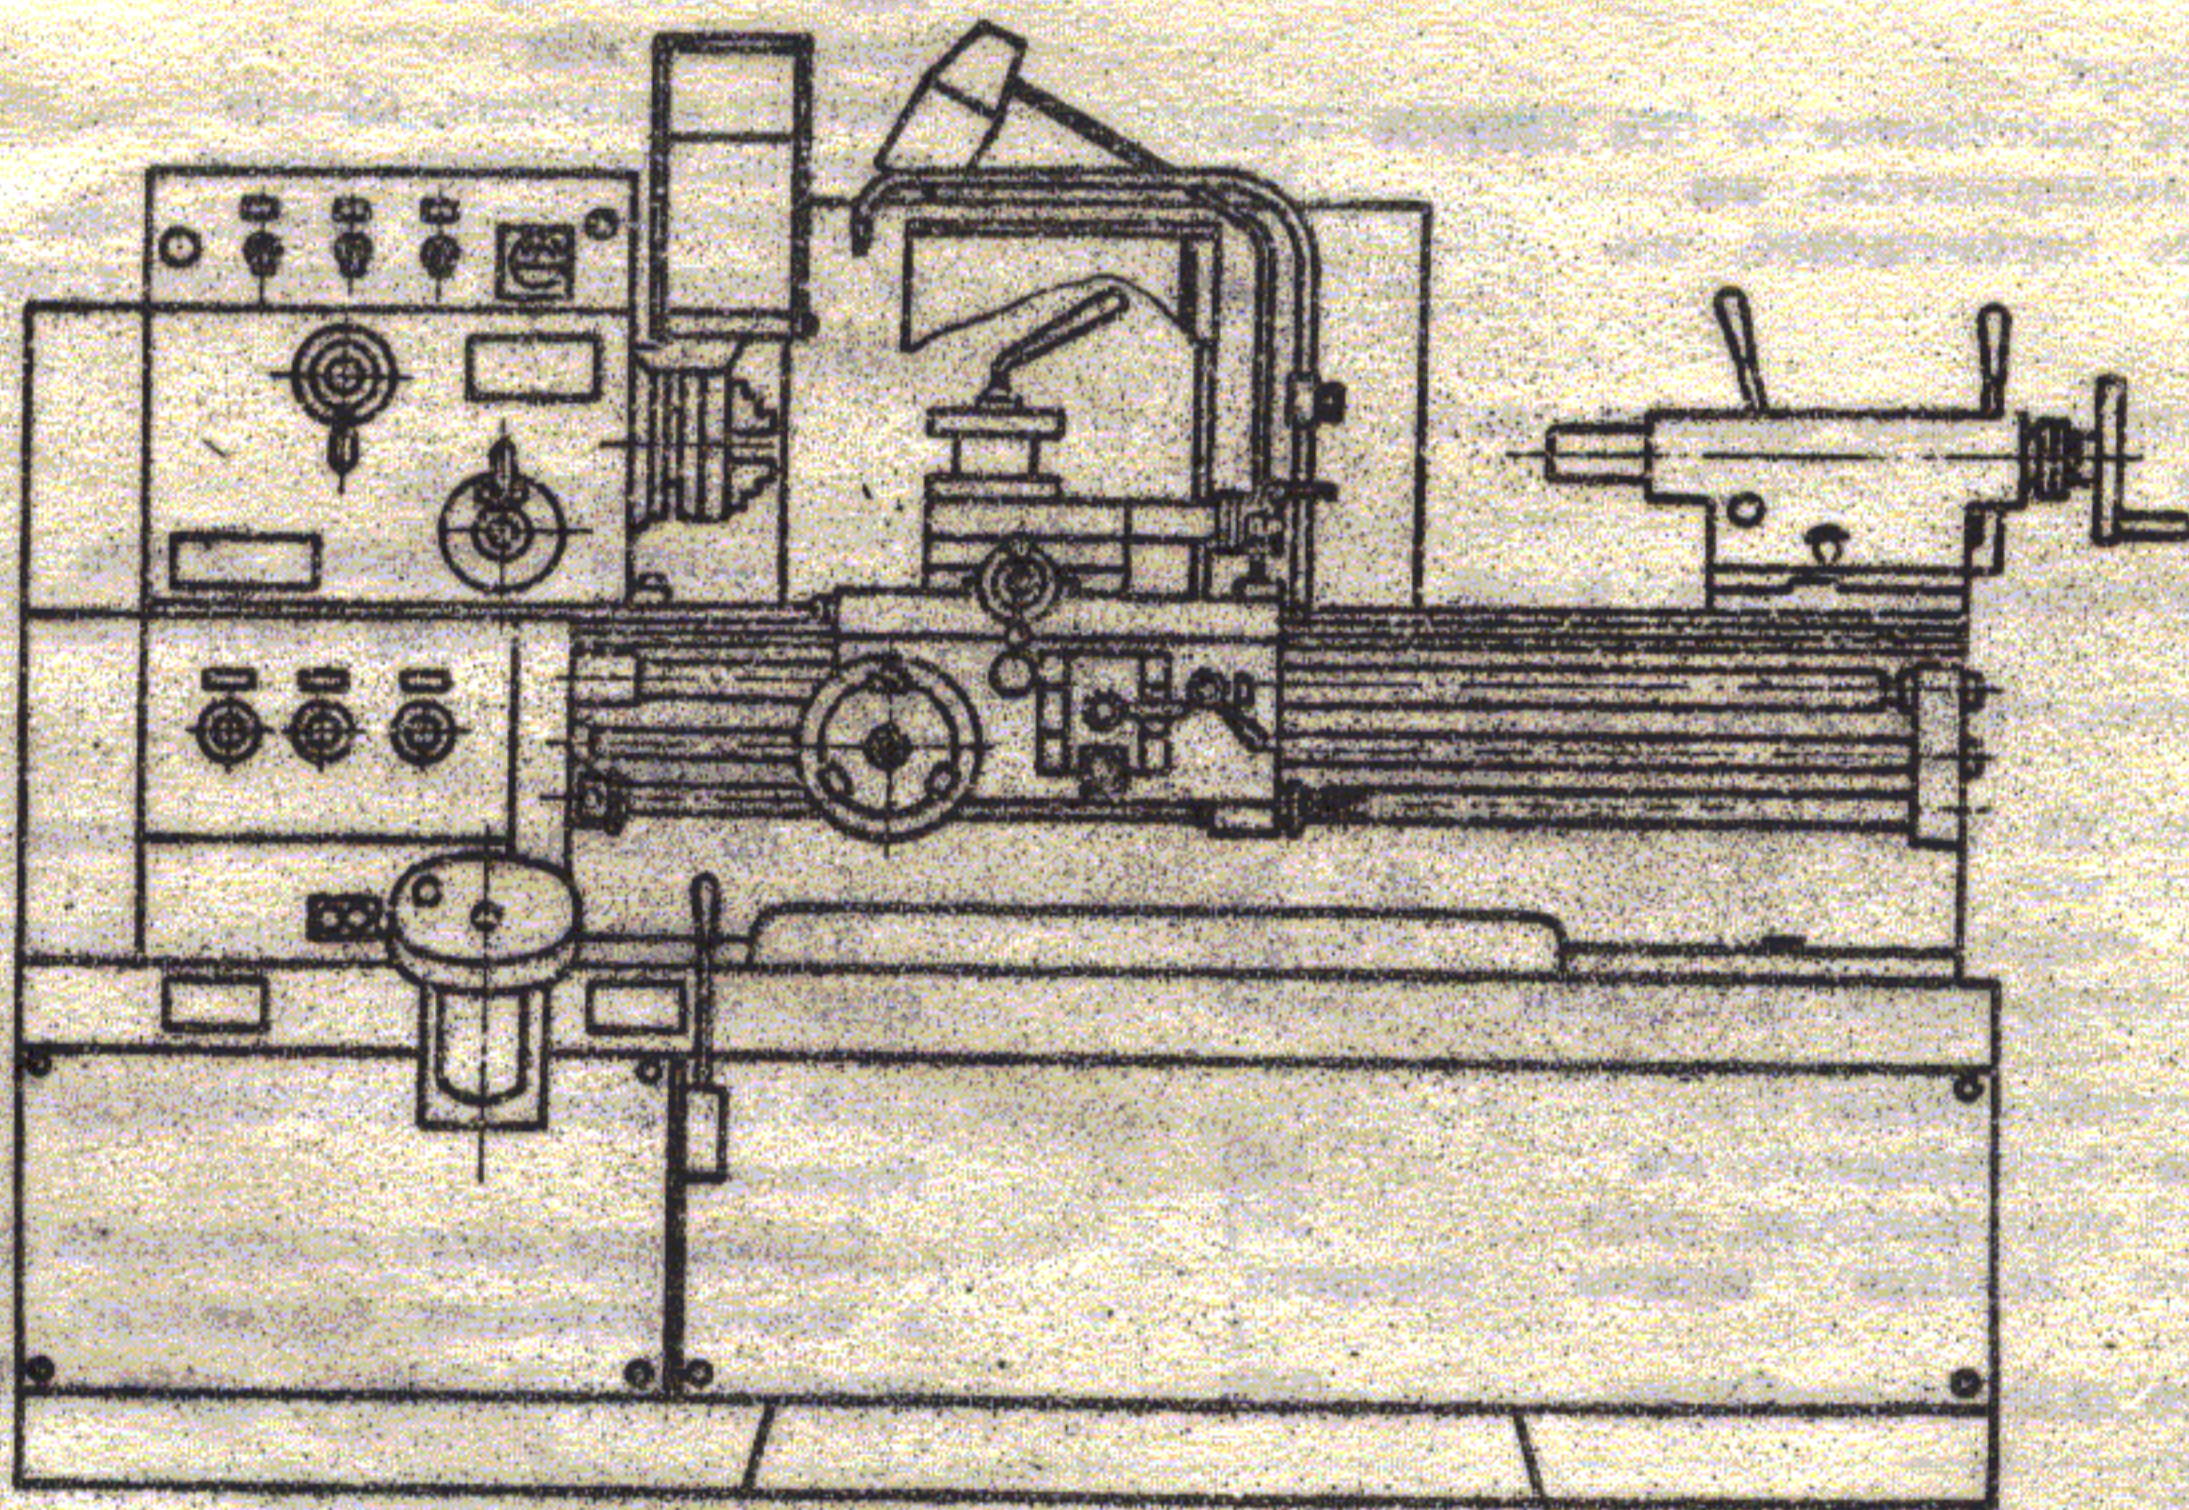

Рис. 1.1. Общий вид станка
* Для станка с индексом Т рис. 1.1. приведен в приложении